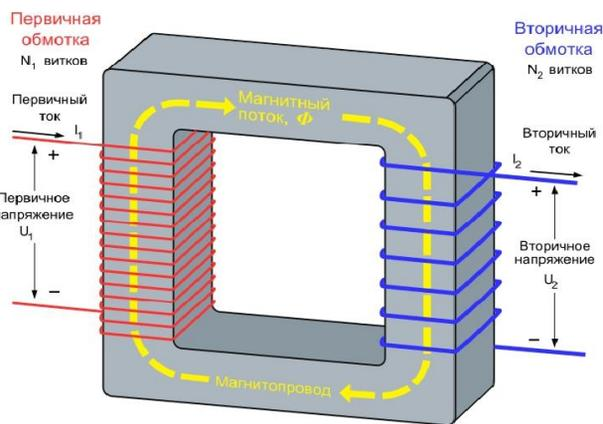

Рис. 1.
2. Трансформатор (рис. 1) состоит из замкнутого сердечника (магнитопровода), на который надеты две катушки – первичная, которая подключается к источнику переменного тока, и вторичная, с которой снимается вторичное напряжение. Если подключить первичную обмотку трансформатора к источнику переменного тока, то вокруг нее переменный ток создаст